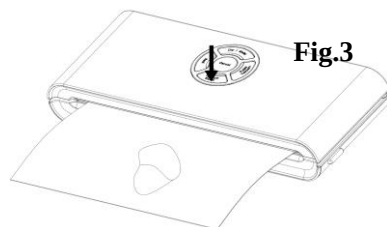

Fig.3
4. Închideți capacul de sus și apăsați bine până când auziți un declic pe ambele laturi – **Fig. 3**.
4. Apăsați întrerupătorul recipientului de alimente „PULSE VACUUM” pentru a începe vidarea – Fig. 3. Pentru a vă asigura că nu există pierderi de aer între capac și recipientul de alimente, împingeți cu mâinile, în jos, butonul capacului, la începutul procesului de vidare.